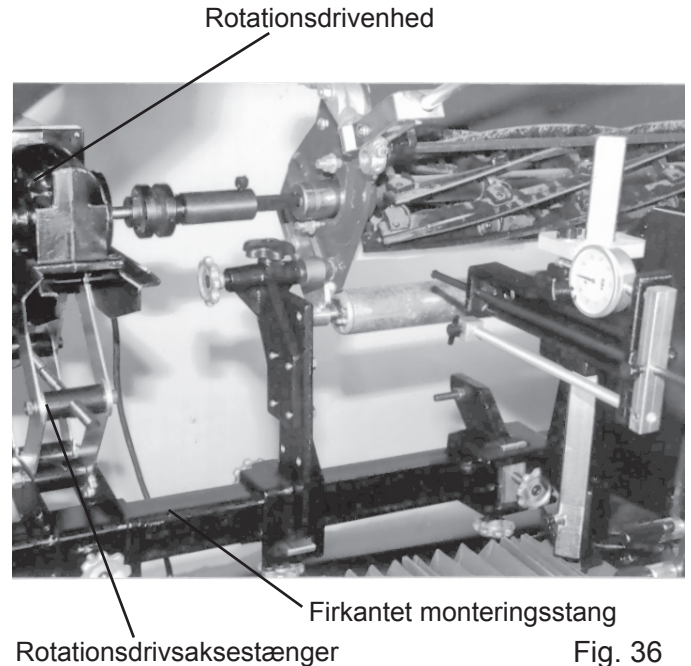

Fig. 36
3. Anbring den korrekte firkantede 1/2"-drivbøsning eller -adapter på cylinderdrivkomponenten, og indsæt derefter den firkantede drivaksel i bøsningen. Anbring adaptermuffen over drivakslen, og indsæt drivkoblingsadapterenheden i den. Anbring til sidst gummikoblingen på drivkoblingsadapteren. Se fig. 36.